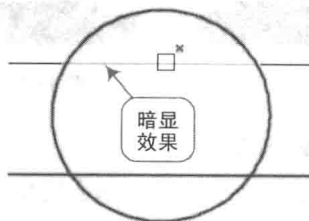

图 1-12 暗显预览
3) AutoCAD 2015 还添加了常用编辑命令的预览,例如在修剪对象时,将对被删除的对象进行稍暗显示,而且光标标识指示该线段将被修剪,如图 1-12 所示。